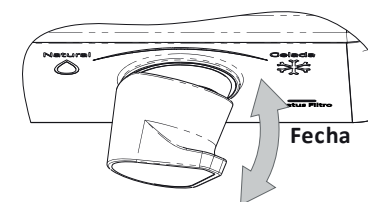

Fig. 10
- Para liberar o fluxo de água basta puxar a alavanca do manipulador para frente, e para fechar basta empurrar a alavanca na posição original. (fig. 10).